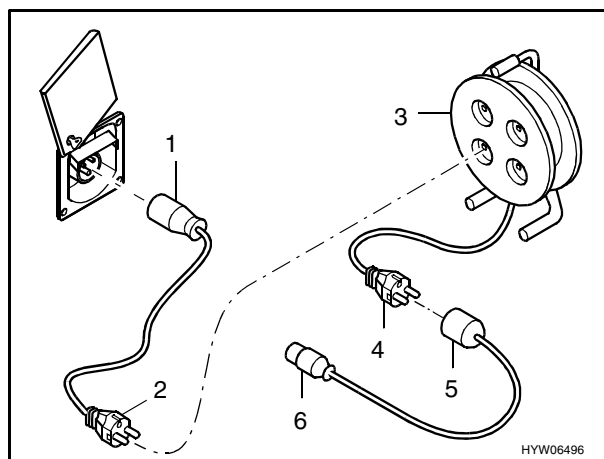

Fig. 69 Possibilità di collegamento per il collegamento a 230 V
- Ribaltare in alto la copertura (Fig. 69).
Giunto di collegamento CEE 17 con contatto di terra (Fig. 69,1) – spina con contatto di terra (Fig. 69,2).
Presca con contatto di terra (Fig. 69,3) – spina con contatto di terra (Fig. 69,4).
Giunto di collegamento con contatto di terra (Fig. 69,5) – spina CEE 17 con contatto di terra (Fig. 69,6).